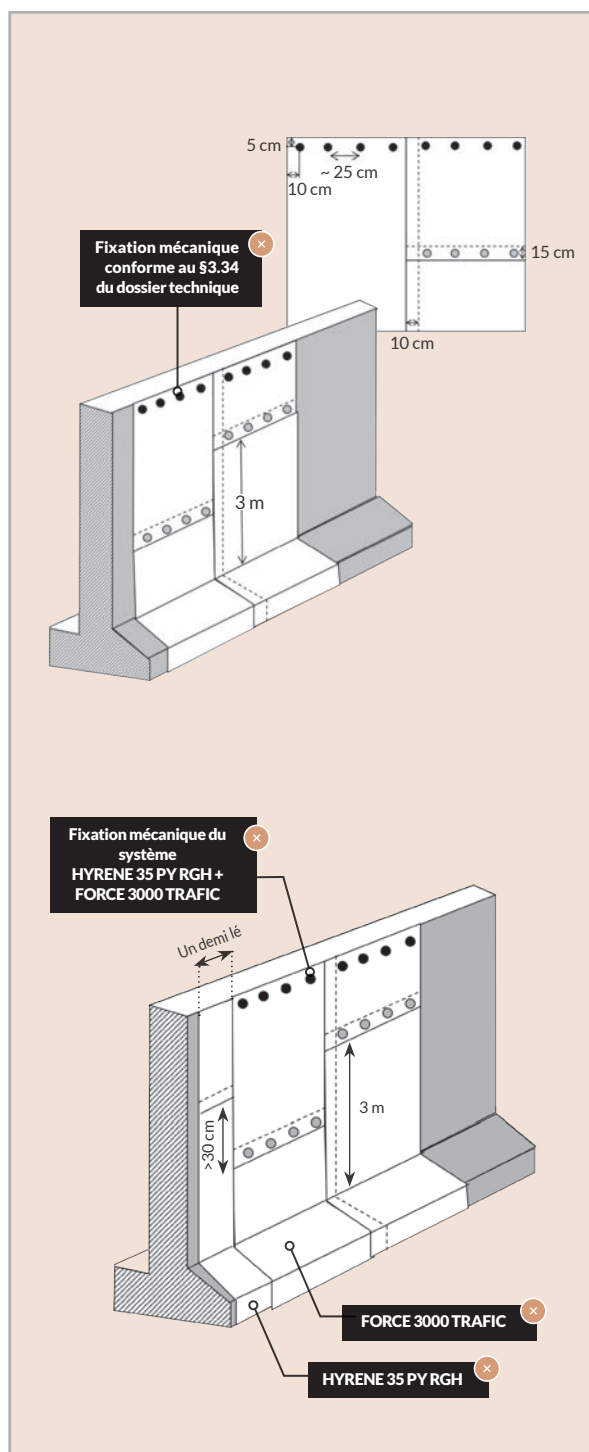

Figure 1 :
- Par une engravure, un becquet ou un bandeau de dimension conformes à celles requises pour les relevés autoprotégés (norme nF P 84-204 Dtu 43.1) : cf. Figure 1.